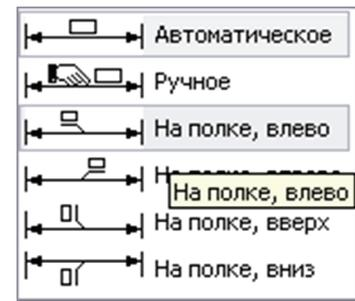

Рис. 3.19
- На вкладке **Параметры** → **Размещение текста** выберите вариант **На полке, влево** (рис. 3.19).